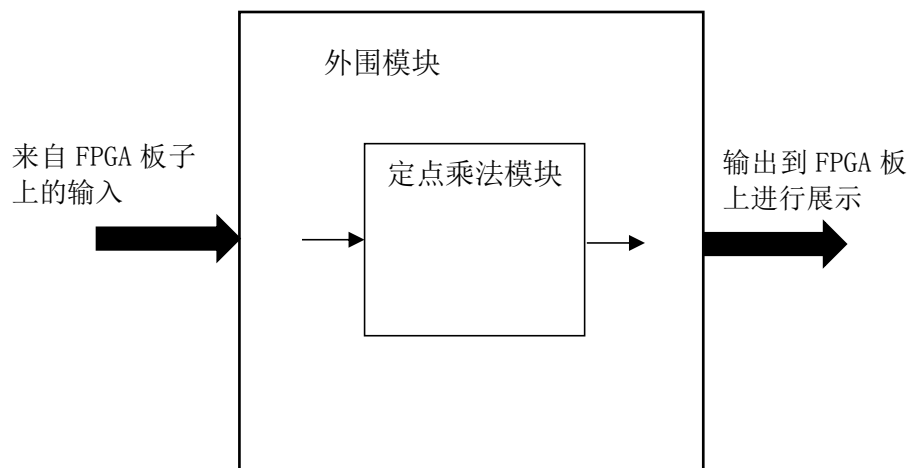

图 3.1 定点乘法设计实验的顶层模块大致框图
- 4) 如果对 FPGA 板了解的话，可确定设计中与 FPGA 板上交互的接口，画出包含外围模块的整体设计框图，即补充完善图 3.1。